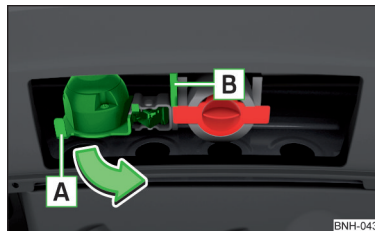

Fig. 132
- Apucați prizei cu 13 pini **A** de mâner și rabatați-o în afară, în sensul săgeții » fig. 132.